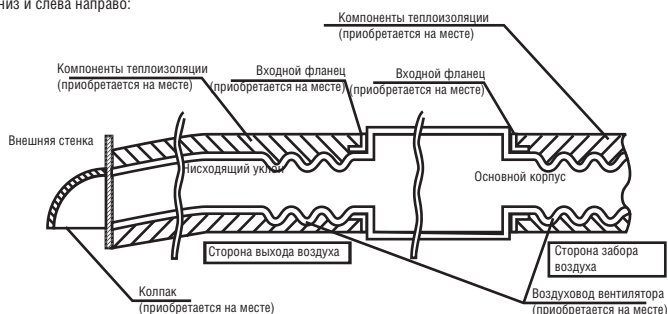

Рис. 22
- Присоедините воздуховод вентилятора описанным ниже способом. (См. рис. 22) (Сторона входа воздуха)